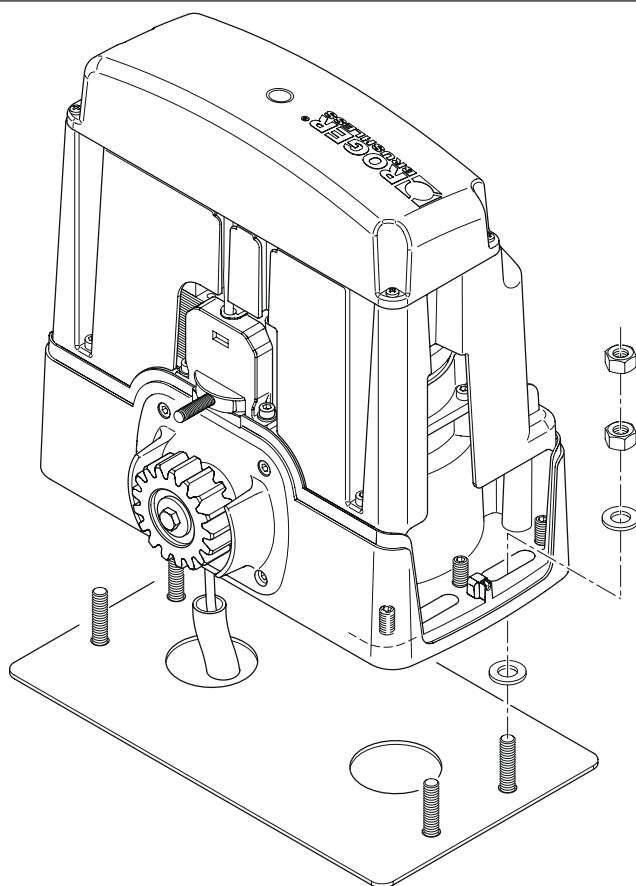

Fig. 2
- Posicione o BG30 nos 4 tirantes, conforme indicado na fig. 2. Se necessário, desenrosque as porcas da chapa de base.